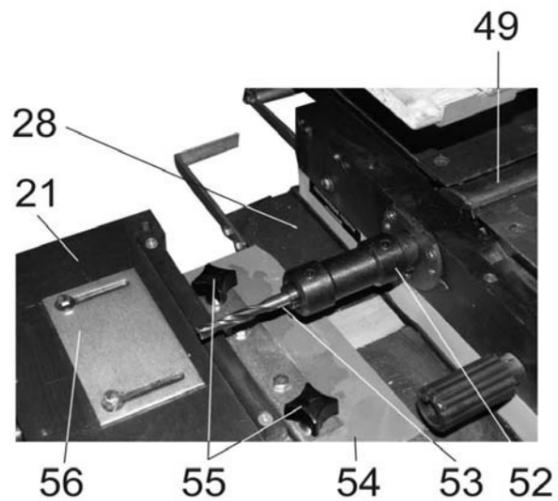
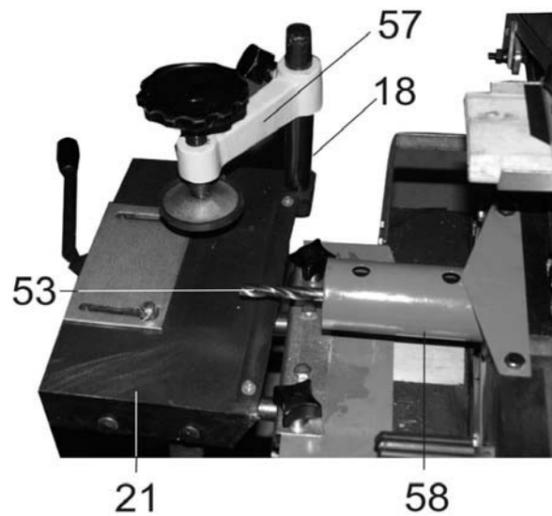
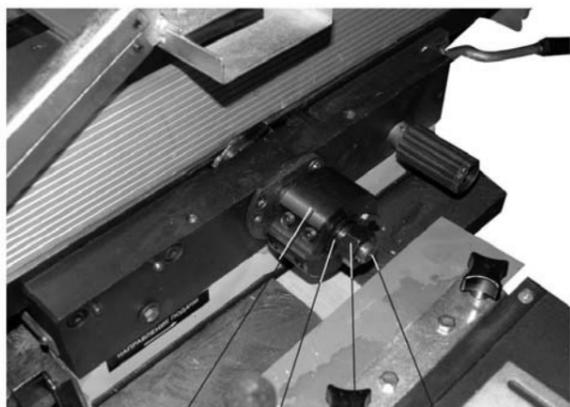
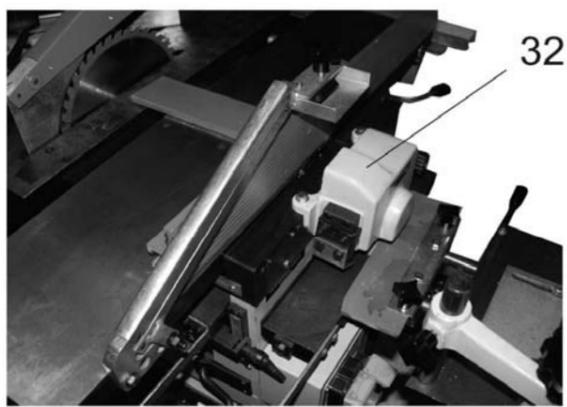

Рис. 11
Рис. 12
Рис. 13
Рис. 14
8.2.9. На фрезерном рабочем столе (28) установите и закрепите фрезерный суппорт (21), Рис.11.
8.3.1. При выполнении фрезерных операций с применением пальчиковых фрез (53) на выступающую часть (шпиндель) строгального вала (49) установите и закрепите специальный фрезерный патрон (52), Рис.11.
8.3.2. В специальный фрезерный патрон (52) вставьте необходимую разрезную вставку (см. комплектность) сквозной прорезью перпендикулярно болту фиксации, установите пальчиковую фрезу (53) и, используя шестигранный ключ (см. комплектность), закрепите пальчиковую фрезу (53), Рис.11.
8.3.3. Установите и закрепите защитный колпак (58), Рис.12.
8.3.4. При выполнении фрезерных операций с применением фрезерной головки (59) или насадных фрез (не комплектуется) необходимо установить ее на выступающую часть (шпиндель) строгального вала (49). Учитывая направление движения, установите и закрепите выше перечисленный режущий инструмент, Рис. 11, 13.
8.3.5. При установке фрезерной головки (59) (или насадной фрезы), при необходимости установите шайбу (60), так чтобы перекрыть 1-2 оборота резьбы на шпинделе (62). В противном случае Вам не удастся гайкой (61) закрепить фрезу или фрезерную головку, Рис. 13.
8.3.6. Как показано на Рис. 14 установить и закрепить кожух фрезерной головки (32) Рис. 13.
9.1.1. При выполнении фрезерных работ с использованием фрезерной головки (59), Рис.13, необходимо:
- поворотом ручки фиксации (39) ослабить фиксацию положения фрезерного рабочего стола (28);
- маховиком (41) установить необходимую высоту фрезерного рабочего стола (28);
- маховиком поперечной подачи (37) установить необходимое положение фрезерного рабочего стола (28) относительно фрезерного режущего инструмента;
- установленное положение фрезерного рабочего стола (28) зафиксировать ручкой фиксации (39);
- установить и закрепить подвижный упор (35) так, чтобы заготовка имела свободное продольное перемещение по рабочему столу (28) и не имела поперечного перемещения;
9.1.2. При выполнении фрезерных работ с использованием пальчиковой фрезы (52) Рис.12 необходимо:
- направляющий упор (56) установить в зависимости от глубины фрезерования / сверления, Рис. 11.